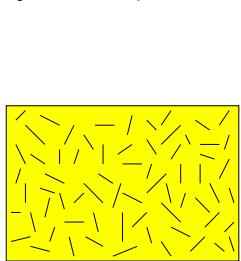
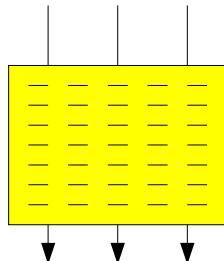

Рис. 287
Рис. 288
4) Жидкокристаллические индикаторы. Жидкими кристаллами называют материал в виде длинных цепочек с очень высокой подвижностью. За счёт этого в обычном состоянии эти молекулы располагаются хаотично и жидкий кристалл не прозрачен (смотрите рисунок 287). Если поместить жидкий кристалл в электрическое поле, то молекулы ориентируются относительно линии напряжённости поля и жидкий кристалл становится прозрачным (смотрите рисунок 288).